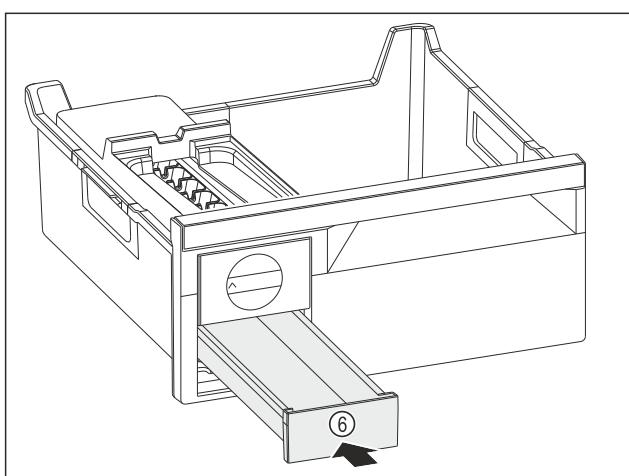

Fig. 116
- ▶ Inserați sertarul pentru cuburi de gheață Fig. 116 (6).